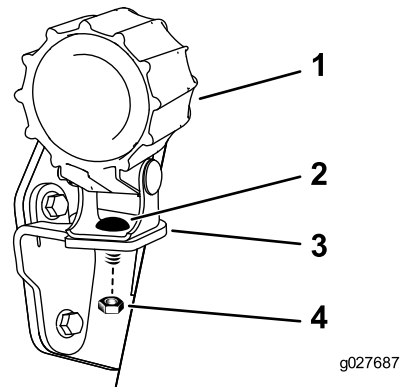

図 13
2. 各ワークライトアセンブリからナットとボルトを外し、これらを 図 13 のようにブラケットに取り付ける。